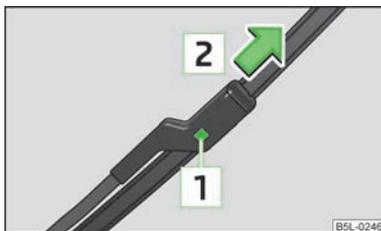

Fig. 37
- Enfoncez la fixation **1** » fig. 37 pour déverrouiller le balai d'essuie-glace et tirez-le dans le sens de la flèche **2**.